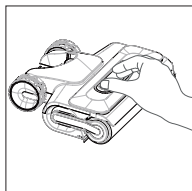

Fig. 12 – Retirer le cache
- ▶ Retirez le cache du rouleau en microfibres en appuyant sur les deux boutons de déverrouillage situés sur le dessus et en tirant le cache vers le haut (**voir Fig. 12**).